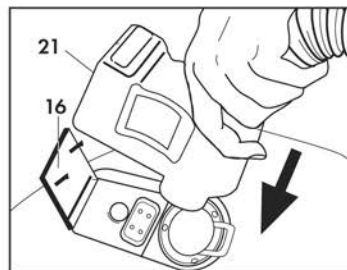

Fig. 6
Fermer le volet de la prise des accessoires (16) sur le corps de la fixation rapide en vous assurant que les deux éléments (3-4) s'accrochent. (Fig. 6)